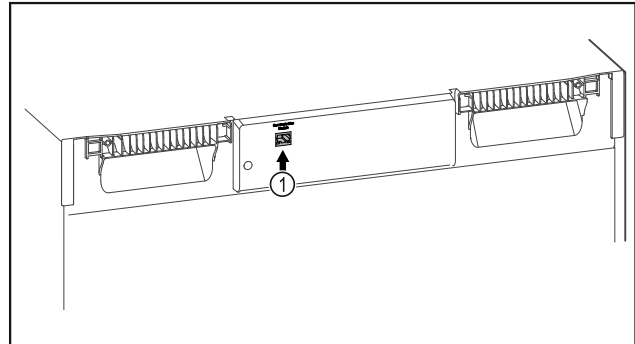

Fig. 112
- SmartModule Fig. 112 (1) er installert.